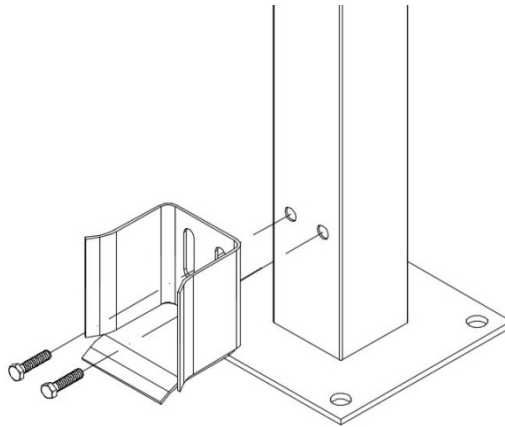

Rys. 3
*Ustawić słup początkowy przy bramie zamkniętej. Powinien być tak ustawiony, aby brama po całkowitym zamknięciu znalazła się na najeździe przytwierdzonym do słupka oraz dotarła płaszczyznę czołową do oporu chwytaka. Po właściwym ustawieniu słup początkowy należy przykręcić do uprzednio przygotowanego fundamentu (Rys. 3).*